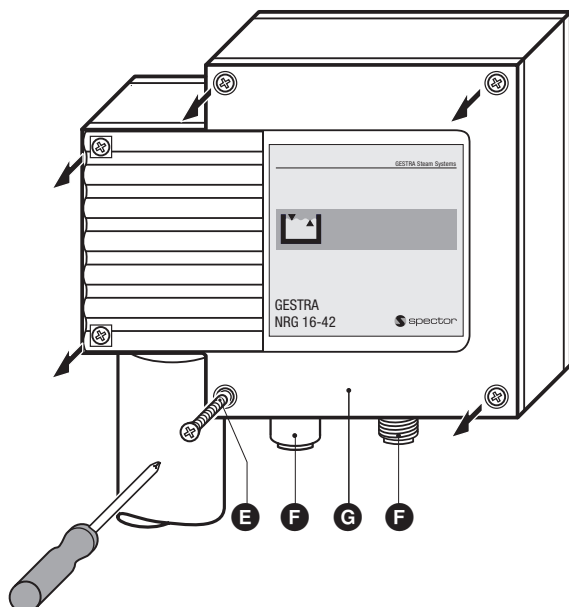

Fig. 5
- Schrauben **E** lösen und herausschrauben, Gehäusedeckel **G** abnehmen. **Fig. 5**